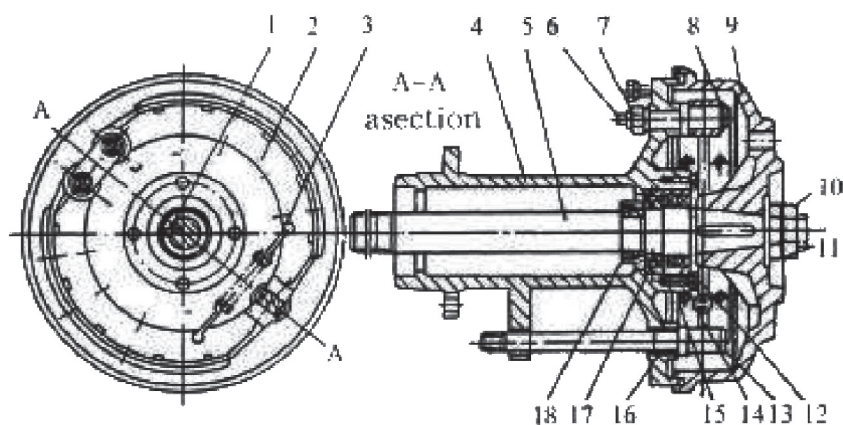

Рис. 3.15. Полуось и тормозная система.
Полуось и тормоза (рис. 3.15.) состоит из тормозных колодок, полуоси, корпуса полуоси, вал эксцентрика, масляный сальник, подшипников и т.д. Для тракторов серии SHIFENG существуют нормальная ширина колеи, средняя и широкая. Имеется три типа корпуса полуоси 4 и полуоси 5 для полуоси и тормозов. Следует обращать на это внимание при замене корпуса полуоси и полуоси. Покупайте и заменяйте детали в соответствии с моделью деталей в каталоге.
2. Отрегулируйте положение вала эксцентрика (рис. 3.15.), чтобы изменить трение фрикционных дисков тормозных колодок и ступицы тормоза, а также сделать износ фрикционных дисков равномерным. При регулировке, приподнимите домкратом заднюю ведущую ось, ослабьте гайку 7 (рис. 3.15.), поверните вал эксцентрика гаечным ключом и одновременно поворачивайте колесо. Когда почувствуете сопротивление, тормозная колодка соприкасается со ступицей тормоза, а затем поверните вал эксцентрика в противоположное положение. Продолжайте, пока не прекратится сопротивление при поворачивании колеса. После этого затяните гайки во избежание несанкционированного поворачивания.